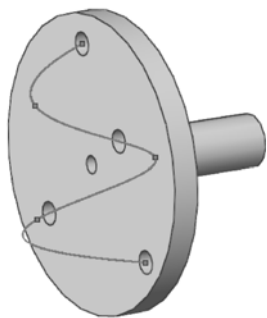

图 7-12 曲线驱动阵列的图形
(5) 确认曲线驱动阵列的特征。单击“曲线驱动的阵列”属性管理器中的 (确定) 按钮,结果如图 7-12 所示。